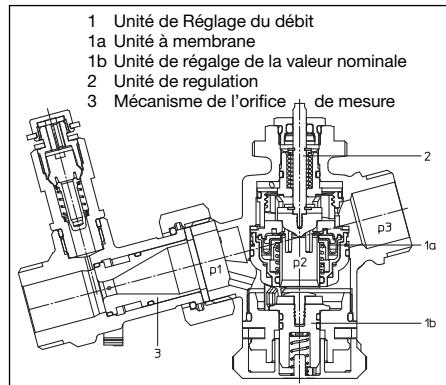
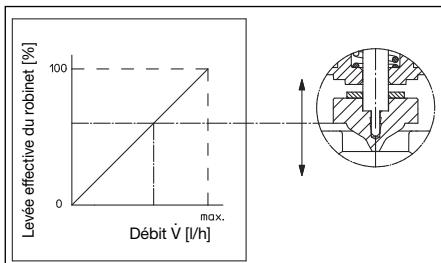
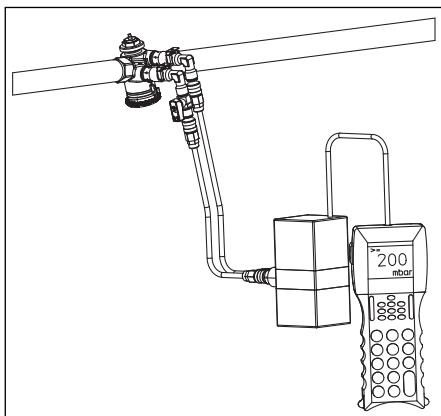

Fig. 5.2 Construction «Cocon QTZ» avec orifice de mesure
Fig. 5.4 Courbe de fonctionnement de l'unité de régulation de «Cocon Q»
Fig. 5.5 Mesure de la pression différentielle
L'appareil de mesure «OV-DMC 2» peut être raccordé grâce aux prises de pression de l'orifice de mesure ce qui permet de déterminer le débit. De plus l'«OV-DMC 2» peut être raccordé aux prises de pression du «Cocon QTZ» pour vérifier si le robinet fonctionne dans sa plage de réglage. La mesure de la pression différentielle permet d'optimiser le réglage du circulateur (fig. 5.5).
Avec l'appareil de mesure (par ex. «OV-DMC 2») (fig. 5.5) raccordé, la pression différentielle est mesurée à travers l'unité de réglage du débit (pos. 1, fig. 5.2/5.3). Le robinet de réglage doit être complètement ouvert (dénvisser les capuchons de protection ou mettre le moteur en position ouverte). Dès que la pression différentielle mesurée est égale ou supérieure à la pression différentielle Δp_M , le robinet fonctionne dans la plage de réglage.
A l'aide de l'unité à membrane intégrée (pos. 1a, fig. 5.2/5.3), le robinet «Cocon QTZ» maintient la pression différentielle p_2-p_3 à une valeur constante non seulement à travers l'unité de régulation commandée par le moteur (pos. 2, fig. 5.2/5.3) mais aussi à travers l'unité de réglage de la valeur nominale réglable sur une valeur de débit maximale (pos. 3, ifig. 5.2/5.3).
La courbe de fonctionnement de l'unité de régulation (pos. 2, fig. 5.2/5.3) est presque linéaire (fig. 5.4).
Le débit est mesuré à l'orifice de mesure à l'aide d'un appareil de mesure (par ex. «OV-DMC 2»). Chaque modèle est livré avec deux mécanismes, le plus grand est monté dans l'orifice de mesure (pos. 3, fig. 5.2).